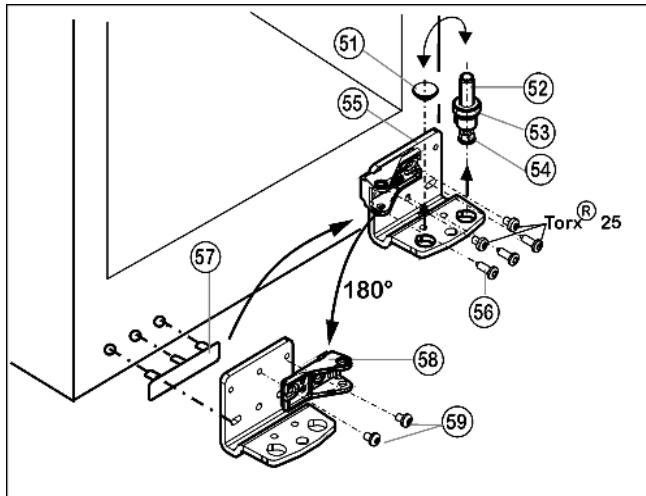

Fig. 15
- ▶ Извлеките опорный винт Fig. 15 (52) в комплекте с шайбой Fig. 15 (45) и регулируемой опорой Fig. 15 (54), вытягивая его вверх.
- ▶ Снимите пробку Fig. 15 (51).
- ▶ Открутите Fig. 15 (56) опорный кронштейн Fig. 15 (55).
- ▶ Открутите опорную деталь Fig. 15 (58) и снова прикрутите внутри с поворотом на 180°.
- ▶ Осторожно снимите и переставьте на противоположную сторону крышку со стороны ручки Fig. 15 (57).
- ▶ Снова прикрутите нижний опорный кронштейн Fig. 15 (55) на новой стороне шарнира (**с моментом 4 Нм**). При необходимости используйте аккумуляторный шуруповерт.
- ▶ Переставьте пробку Fig. 15 (51) в свободное отверстие.
- ▶ Вновь установите опорный винт Fig. 15 (52) в комплекте с шайбой и регулируемой опорой. При этом фиксатор должен быть направлен назад.
- Установите дверь сверху на опорный палец Fig. 15 (52).